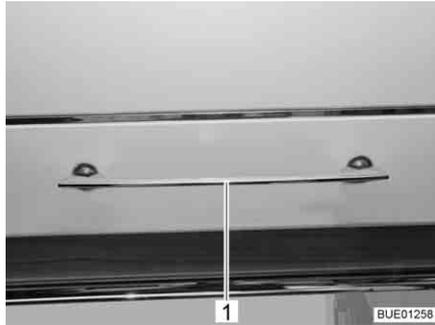
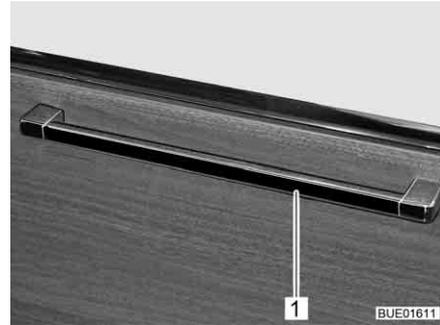

Bild 73 Möbelklappe mit Entriegelungsgriff
Bild 74 Möbelklappe mit Entriegelungsgriff (Alternative)
- Entriegelungsgriff (Bild 73,1 bzw. Bild 74,1) je nach Einbauage nach oben, zur Seite oder nach unten drücken und gedrückt halten.